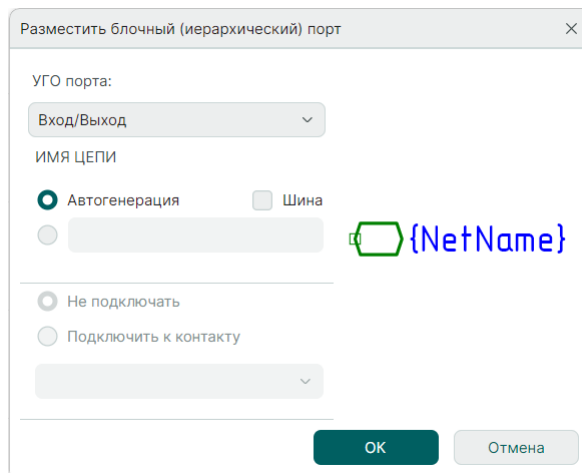

Рис. 263 Окно «Разместить блочный (иерархический) порт»
2. Установите настройки размещаемого блочного порта в окне «Разместить блочный (иерархический) порт, см. Рис. 263.